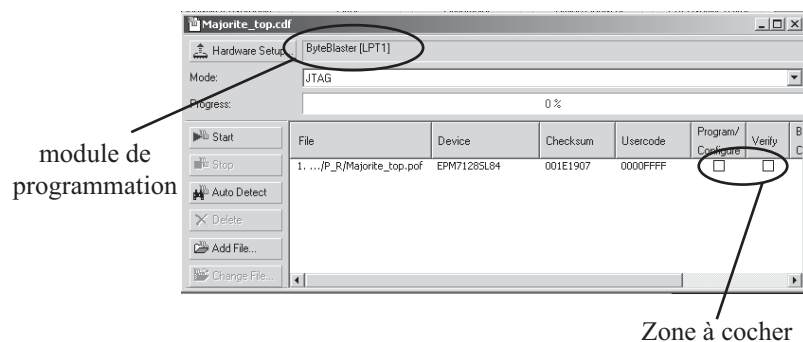

Figure 4- 5 : Fenêtre de programmation
- Cochez les case *Program/configure* et *verify* (cf. figure 4- 5)